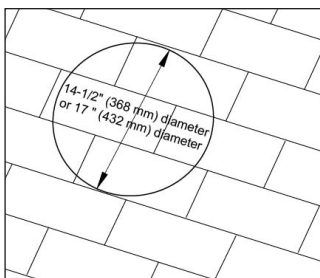

Figura 3
**4. Corta el agujero del techo...** entre dos vigas usando el marcador previamente perforado y la plantilla en la parte posterior de la caja, corta el orificio del tamaño adecuado (el tamaño y la ubicación del orificio se determinan según si tiene vigas centrales de 16" [406 mm] o 24" [610 mm]). Consulta la Figura 3.
◆ **Siempre intenta orientar la unidad hacia el sur para obtener una potencia óptima. Asegúrate de que la ubicación no tenga sombra de árboles o de otras estructuras cercanas durante el día (Figura 3).**